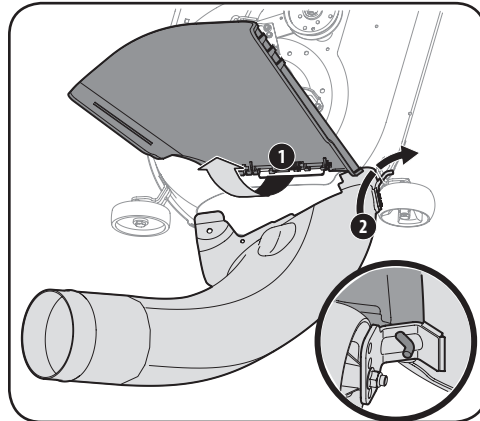

Figura 4-18
- Con el canal de descarga del tractor elevado y abierto (1), instale el codo del canal colocando la varilla de montaje del codo del canal en el orificio suministrado en la ménsula de las ruedas de la plataforma o la lengüeta de montaje del canal (2), como se ve en la Figura 4-18.